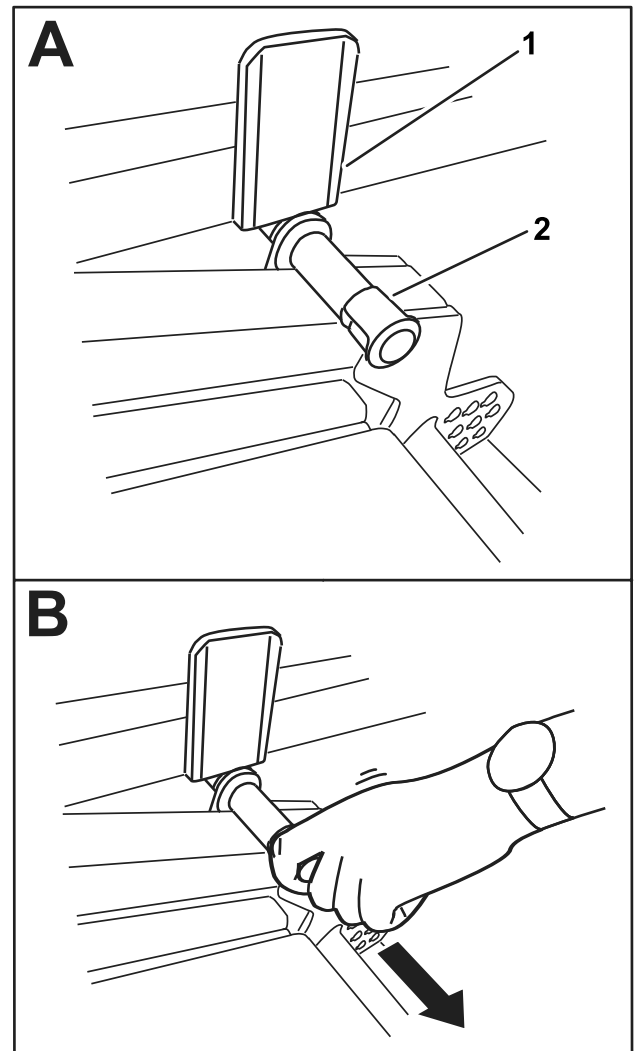

Bild 39
2. Drehen Sie das Mähwerk langsam nach unten, bis der Stift die Hubarmplatte berührt (A in Bild 39).
3. Drücken Sie das Mähwerk mit dem Fuß nach unten und ziehen Sie es dann den Stift heraus (B in Bild 39), um das Mähwerk in die TRANSPORTSTELLUNG zu bringen.